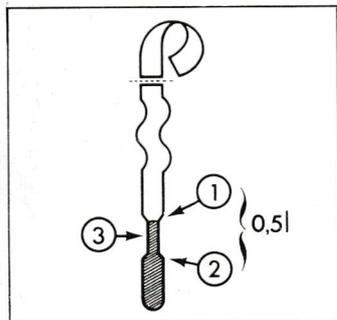

Abb. 31 – Meßstab für Motoröl
- Beim Nachfüllen das obere Ende der Einkerbung des Meßstabes nicht überschreiten. Die Länge der Einkerbung entspricht ca. 0,5 Liter Öl. (Abb. 31)